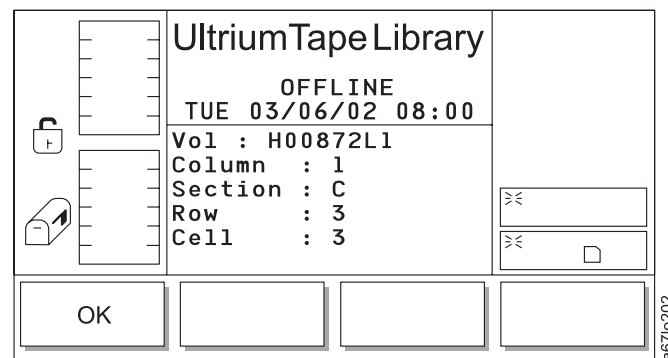

Abbildung 94. Datenträgerinformationsdialog
- Wird **Select** ausgewählt, erscheint der Datenträgerinformationsdialog (siehe Abb. 94).
Tabelle 43. Übersetzung von Abb. 94, Datenträgerinformationsdialog